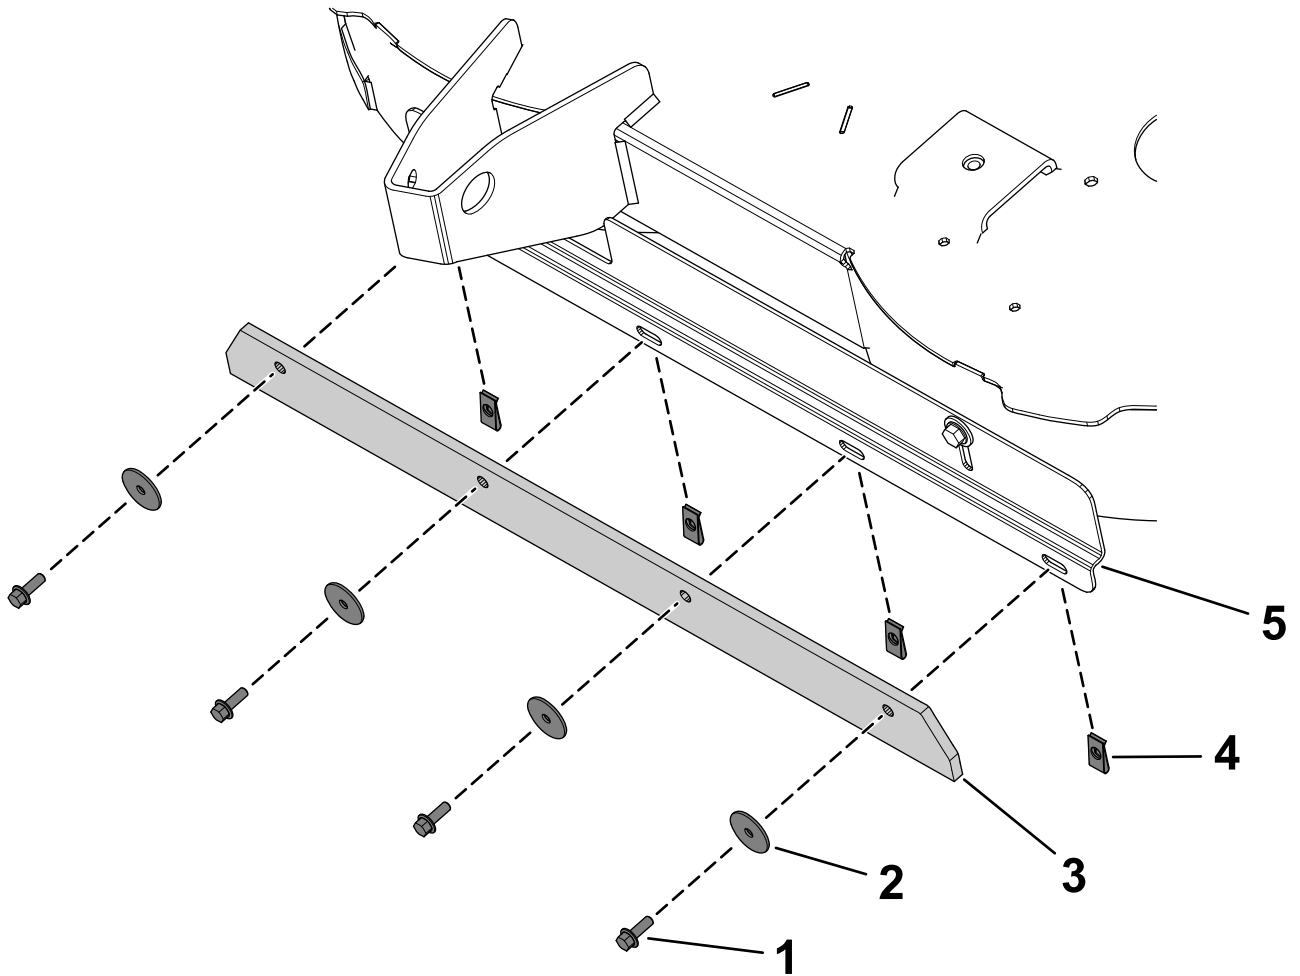

Figure 3
1. Vissez les 4 écrous rapides sur le support du traceur (Figure 3).
2. Fixez le raclor sur le support du traceur et les écrous rapides à l'aide de 4 vis à tête hexagonale (1/4 x 3/4 po) et 4 rondelles (Figure 3).